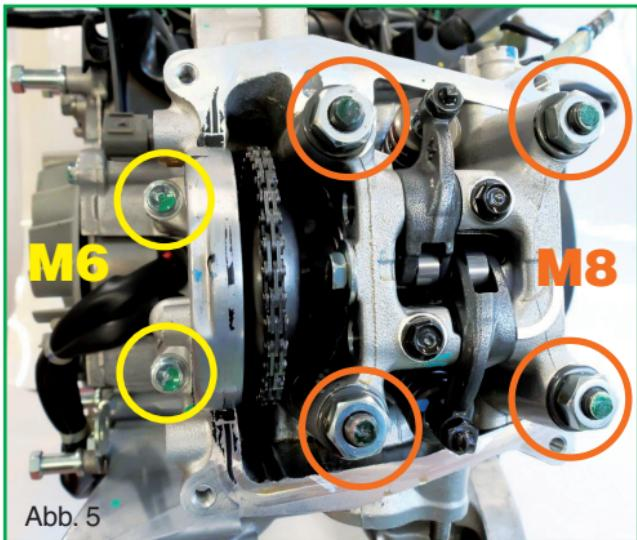

Abb. 5
- Die zwei Schrauben M6 entfernen (Abb. 5), mit denen der Zylinderkopf am Kurbelgehäuse befestigt ist.
- Jede der vier Muttern M8 (Abb. 5) um $\frac{1}{2}$ Drehung lockern und dann entfernen.